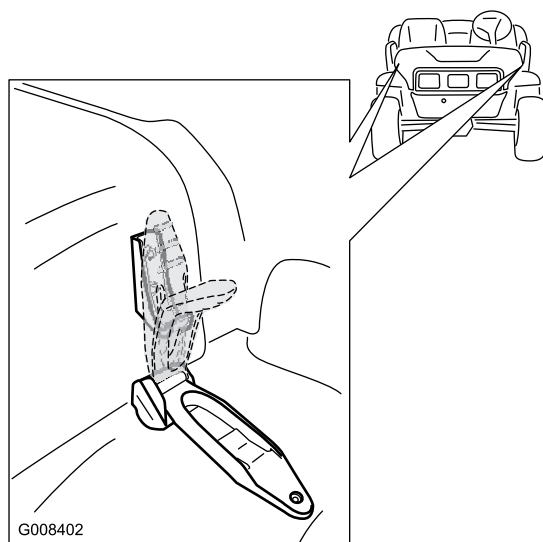

図 24
1. フードの両側についているゴム製ストラップをゆるめる（図 24）。